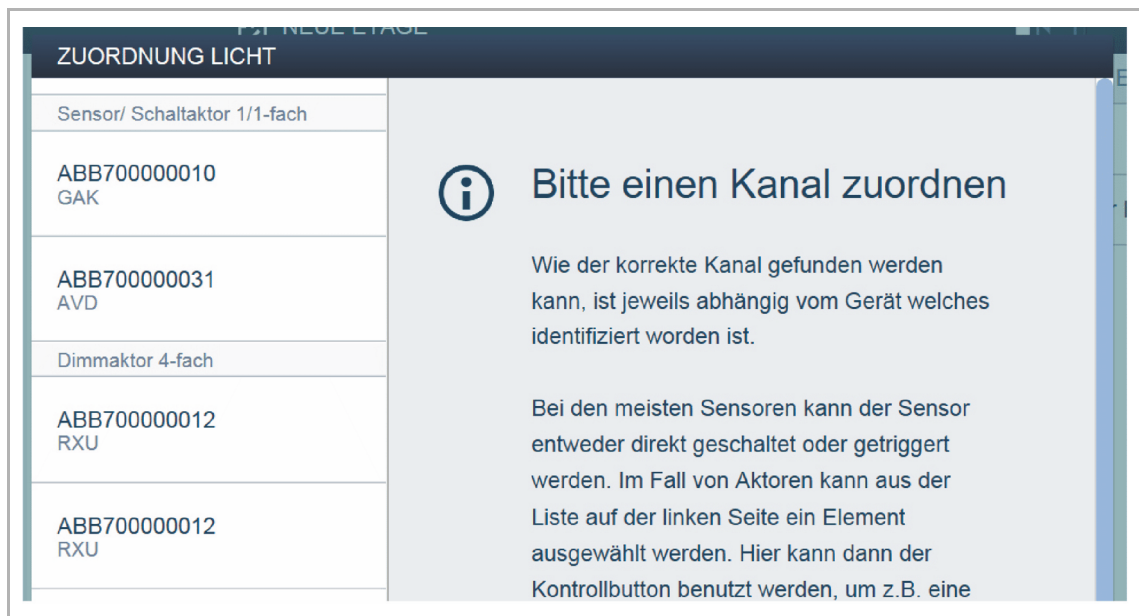

Abb. 23: Popup-Fenster mit passenden Geräten
- Ein Popup-Fenster öffnet sich, in dem alle Geräte aufgelistet werden, die an dem Bus angeschlossen sind und zur gewählten Anwendung passen (z. B. alle Jalousieaktoren, wenn die Jalousieanwendung gewählt wurde, siehe Abb. „Abb. 23“ auf Seite 42).